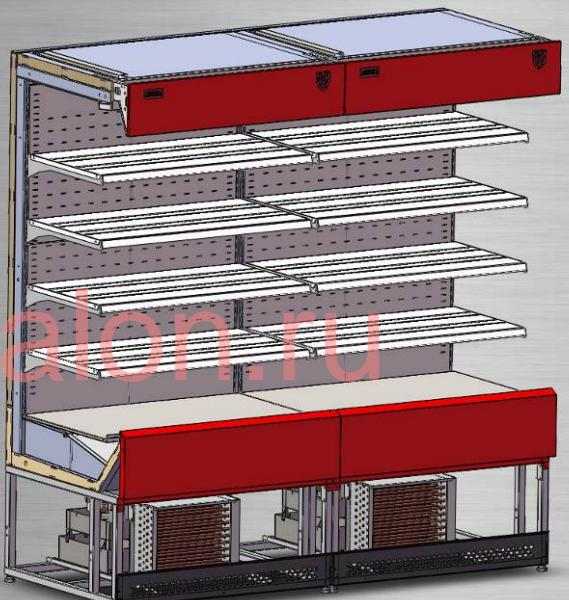

рис. 2
- Выставить стыкуемые витрины друг к другу стыкуемыми торцами; выровнять их по высоте с помощью регулировочных опор (ножек) и относительно друг друга по козырькам и панелям декоративным (рис.2).